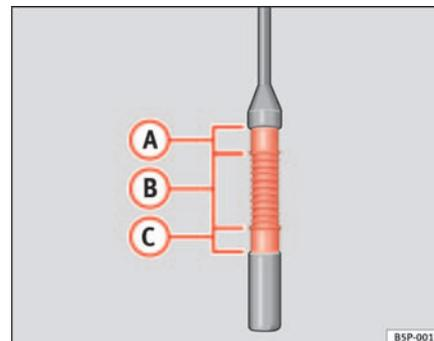

Fig. 160 Varilla de medición del nivel de aceite.
- Vuelva a extraer la varilla de medición y compruebe el nivel de aceite que indica el extremo inferior de la varilla de medición ⇒ **página 225, fig. 160.**
Si el nivel se encuentra en la zona ⇒ **página 225, fig. 160** **(A)**, no se debe añadir aceite.